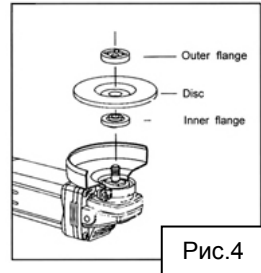

Рис.4
3. Теперь накрутите на шпindel наружный фланец с внутренней резьбой, при этом обратите внимание на то, какой стороной его надевать, это зависит от типа применяемого диска. Шлифовальный диск необходимо зажимать той стороной наружного фланца, которая имеет приподнятую форму. Отрезной диск необходимо зажимать плоской стороной наружного фланца (Рис.4).